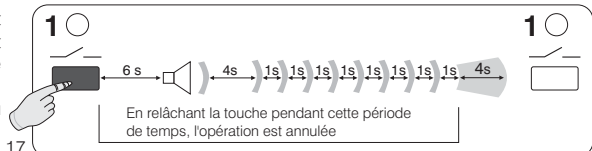

Fig. 17
- Appuyer sur la **touche** 1/2 et maintenir la pression jusqu'à la fin de la séquence de signaux sonores indiquée dans la figure 17; puis la relâcher. L'accouplement du transmetteur est effacé de la mémoire du récepteur et le **canal 1** est libre.